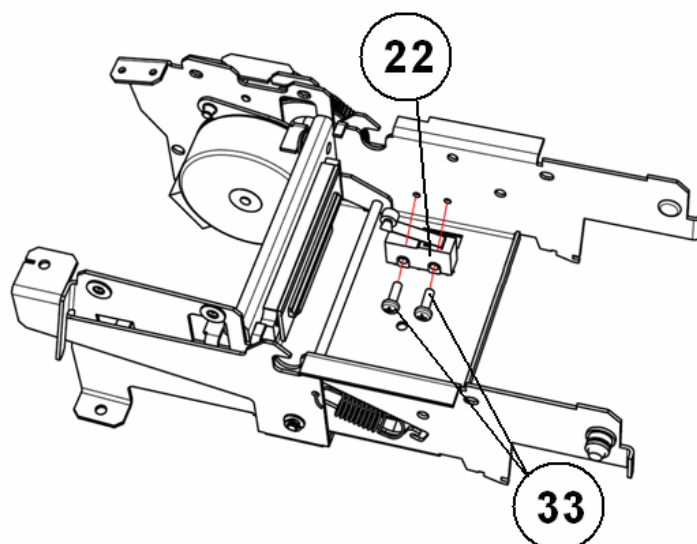

Рисунок 20. – Крепление датчика состояния крышки отсека чековой ленты.
- ◆ Снимите датчик состояния крышки отсека чековой ленты, открутив винты крепления датчика (см. рис.20, поз.33) и отсоедините датчик от корпуса шасси принтера.